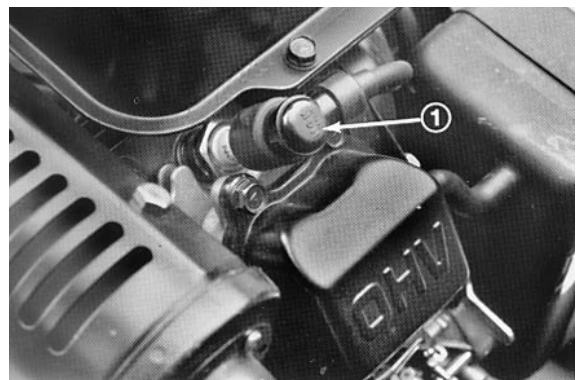

Bild 25
2. Reinigen Sie um die Zündkerze herum und nehmen die Kerze aus dem Zylinderkopf (Bild 25).